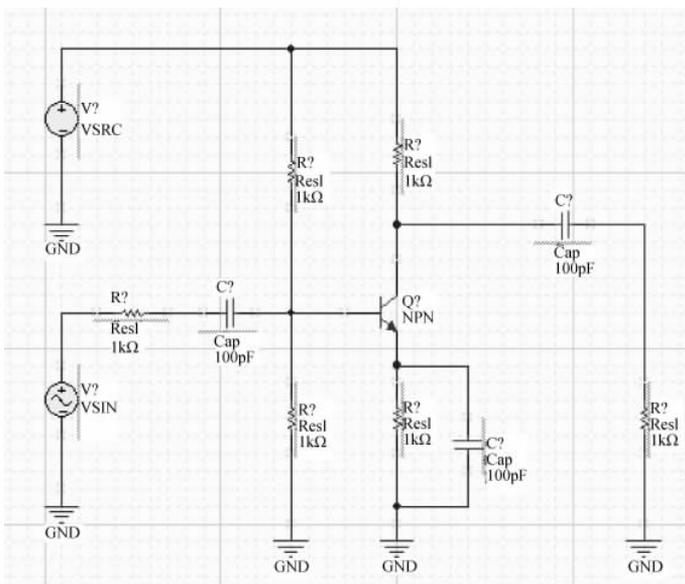

图 3-50 连接电路元件和信号源
(4) 单击 AD 主界面下工具栏内的连线按钮,将这些元件和信号源按照图 3-50 所示的方式进行连接。